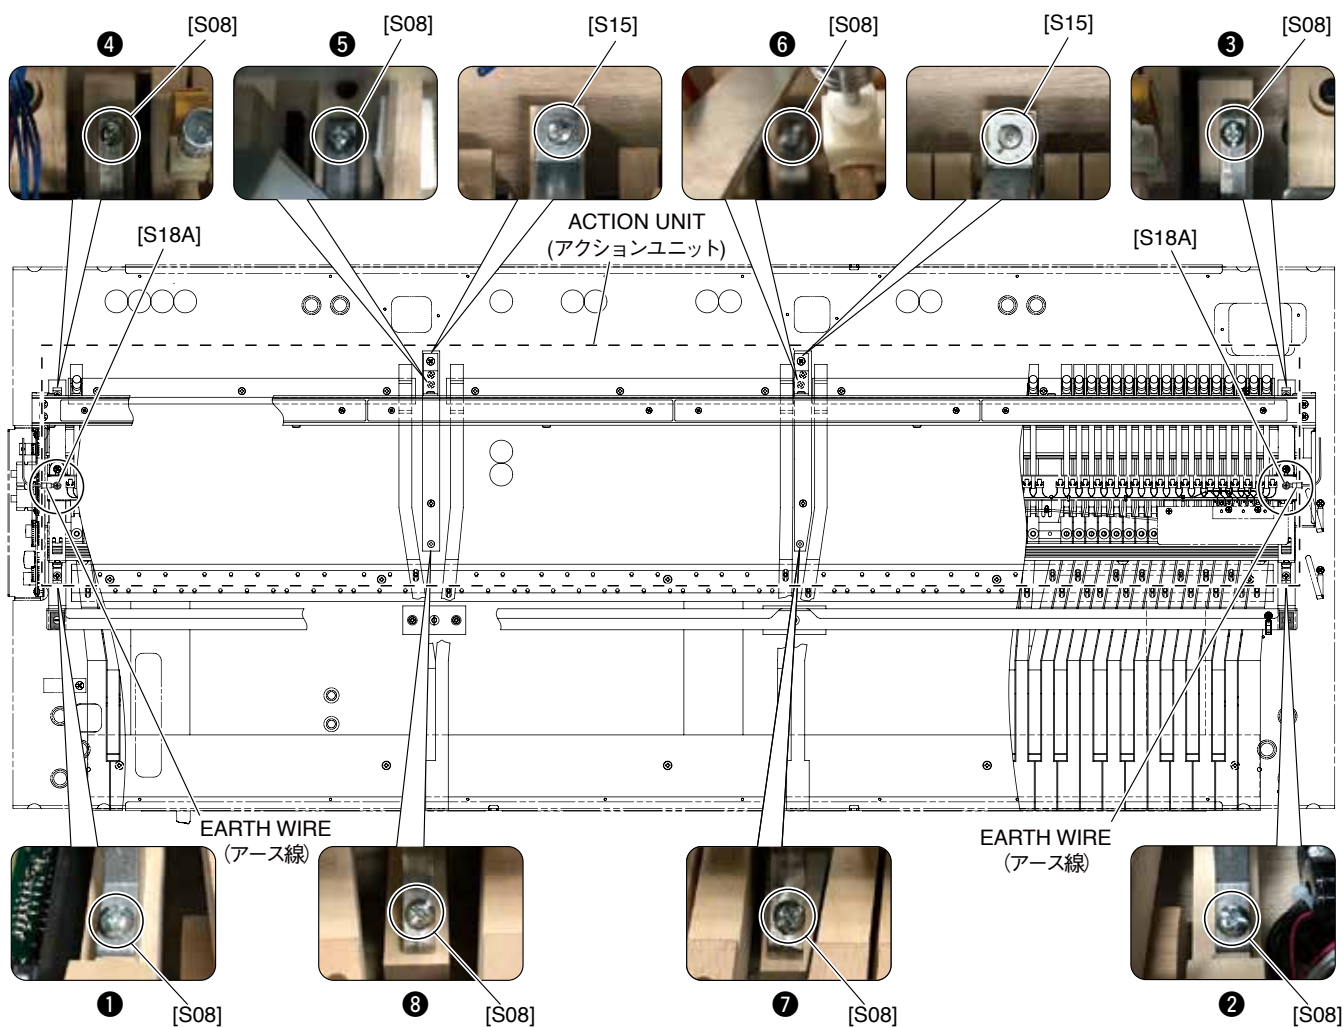

Fig. 21 (図 21)
- 22-5. Remove the two (2) screws marked [S18A]. The two (2) earth wires can then be removed. (Fig. 21)
- 22-6. Remove the eight (8) screws marked [S08] and two (2) screws marked [S15]. (Fig. 21)
- 22-5. [S18A] のネジ 2 本を外して、アース線 2 本を外します。(図 21)
(図 21)
- * **Tighten the screws in the numerical order from ❶ to ❸ when installing the action unit. (Fig. 21)**
- ※ アクションユニットを取り付ける場合は、❶ から ❸ の順にネジの締め付けを行なってください。(図 21)